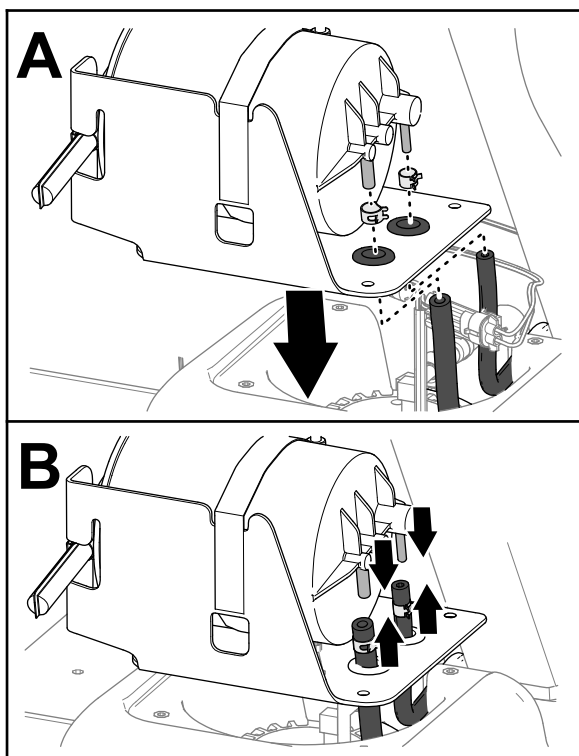

Figure 78
1. Faites passer les flexibles du réservoir de carburant par les bagues sur le support du filtre à charbon actif (Figure 78).
2. Enfilez les colliers sur les flexibles (Figure 78).
3. Branchez les flexibles sur les raccords du filtre à charbon actif (Figure 78).